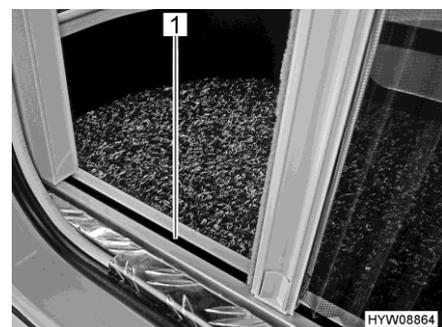

Fig. 41 Moustiquaire (guidage inférieur)
- ▷ Saisir la barre-poignée des deux mains pour fermer et ouvrir. Cela réduit le risque que la moustiquaire se coince dans les guidages (Fig. 41,1).